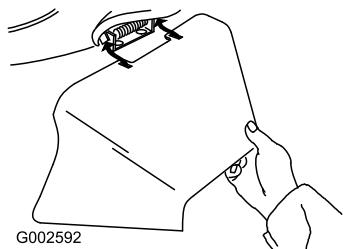

Figura 34
- Montate il condotto di scarico laterale e chiudete lo sportello sul condotto (Figura 34).